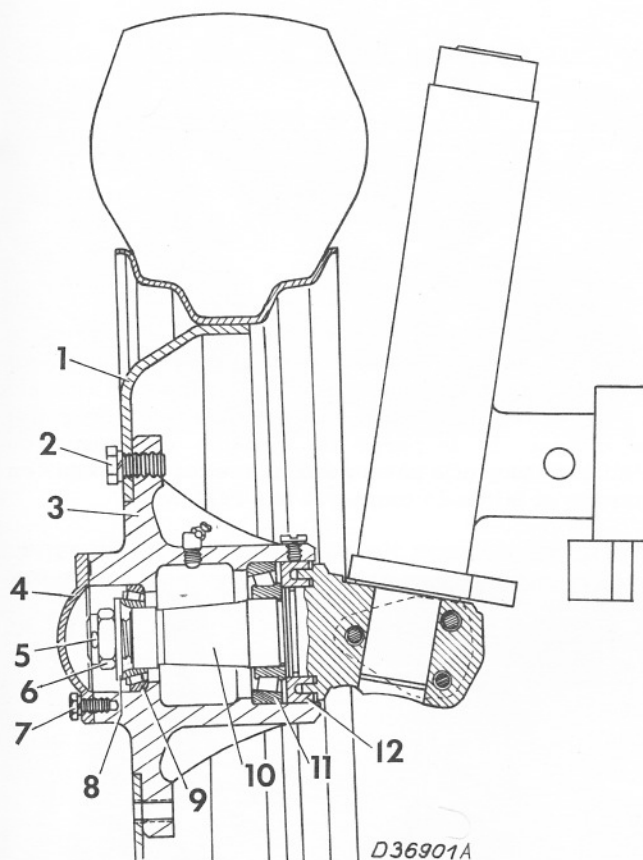

Figure 179 : Coupe du moyeu de roue avant
- b) Dévissez les six vis de roue 2 (fig. 179) et retirez la jante 1 avec son pneu.
- m) Après environ 50 heures de fonctionnement, resserrez les vis de roue 2 (fig. 179).